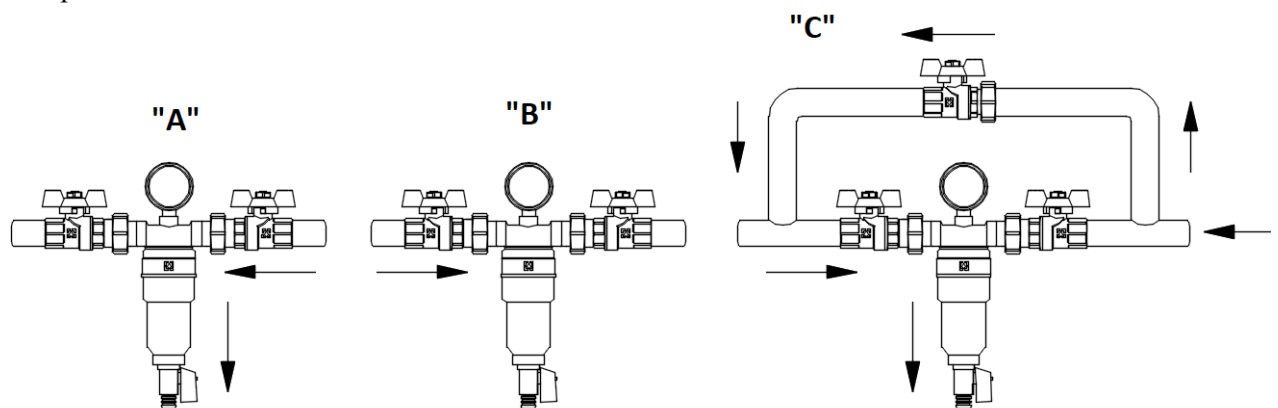

Рис. 1
3. До и после фильтра необходимо установить клапаны, чтобы можно было снимать фильтрующие элементы (см. рис.1). Для большей эффективности промывки фильтра (обратной промывки) предпочтительно иметь байпасную секцию с краном (байпасом) (см. рис. 1 «В»).
- «А» - Перекройте выпускной клапан. Откройте сливной кран и слейте осадок в канализацию вместе с определенным количеством водопроводной воды. В этом случае частицы, оставшиеся на решетке, как правило, не удаляются из фильтра. Удаляется только осадок, осевший на дне колбы (рис. 1)
- «В» - убедитесь, что все диспенсеры для воды закрыты. Перекройте впускной и выпускной клапаны фильтра. Откройте сливной клапан фильтра, при этом давление в колбе падает и вода из колбы полностью удаляется. Откройте выпускной клапан фильтра. В этом случае остаточное давление в трубопроводах после фильтра будет в некоторой степени сбивать частицы, прилипшие к сетке (рис. 1).